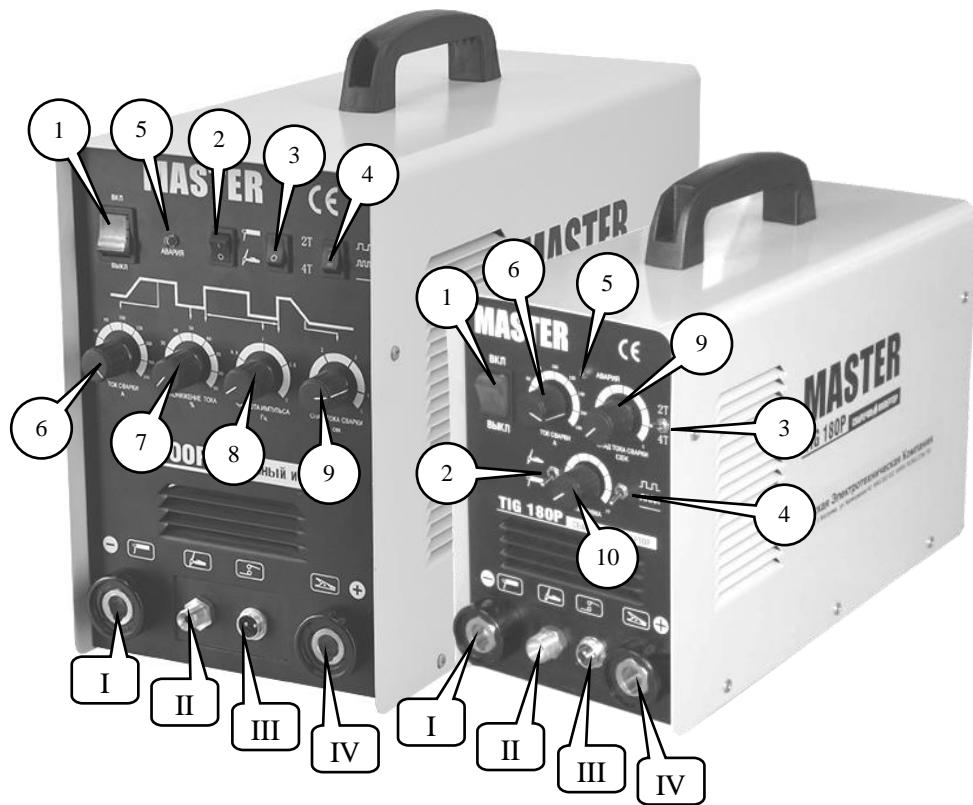

Рис. 1. Расположение органов управления и индикации
- Подключить силовой разъем держателя электродов к разъему I (Рис. 1) сварочного аппарата.
- Подключить силовой разъем держателя электродов к разъему IV (Рис. 1) сварочного аппарата.